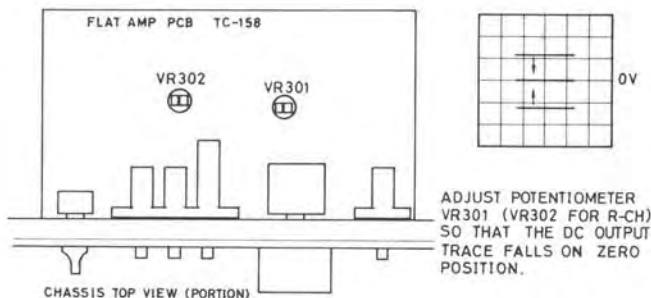

Fig. 5
2. Adjust potentiometer VR301 for L-ch (VR-302 for R-ch) on TC-158 p-c board until the DC voltage present at the output terminal is within $0 \pm 2\text{mV}$. See Fig. 5.
2. Ajuster le potentiomètre VR301 pour le canal de gauche (VR-302 pour le canal de droite) sur la plaquette TC-158 jusqu'à ce que la tension CC présente sur la borne de sortie s'établisse à $0 \pm 2\text{mV}$. Voir Fig. 5.